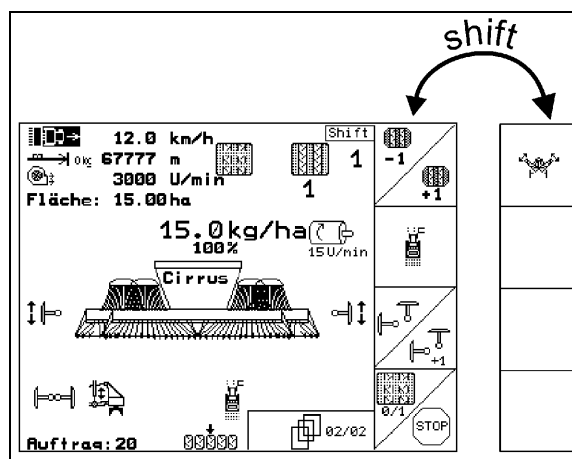

Bild 11
- När du trycker på shift-knappen visas fler funktionsrutor (Bild 11) och funktionsknapparnas funktion ändras.